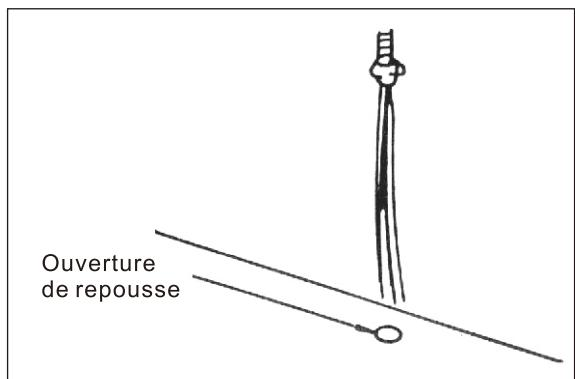

Fig. 12 Direction pour le fils électrique
8. Placez la hotte sous le cabinet. Passez la corde électrique à travers l'ouverture et fixez le fil à la hotte. (Fig. 12)